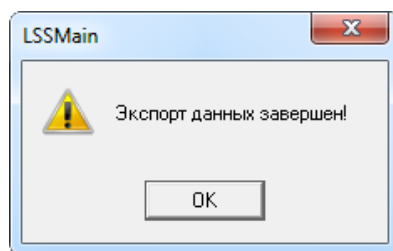

Рис. 10-95 – Информационное сообщение о завершении экспорта в LSS Suite
4) Нажать кнопку «ОК». По завершении экспорта выводится информационное сообщение (рис. 10-95).